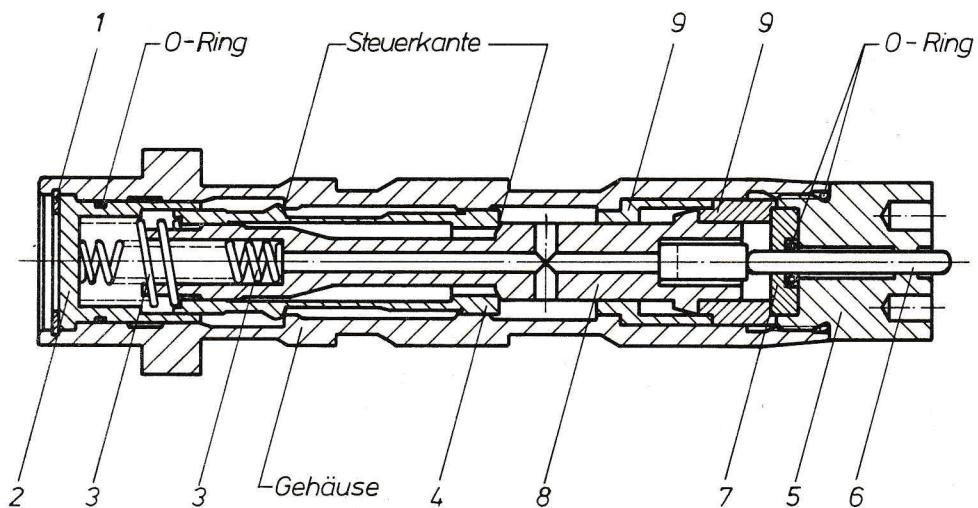

Abb. 2
Der Fühlerdeckel (5) wird mit einem Lochschlüssel abgeschraubt. Mit dem Fühlerdeckel wird auch der Steuerstift (6) und die O-Ring-Büchse (7) entfernt. Als Letztes wird Steuerschieber (8) und die beiden Führungs-Büchsen (9) ausgebaut (Abb. 2).